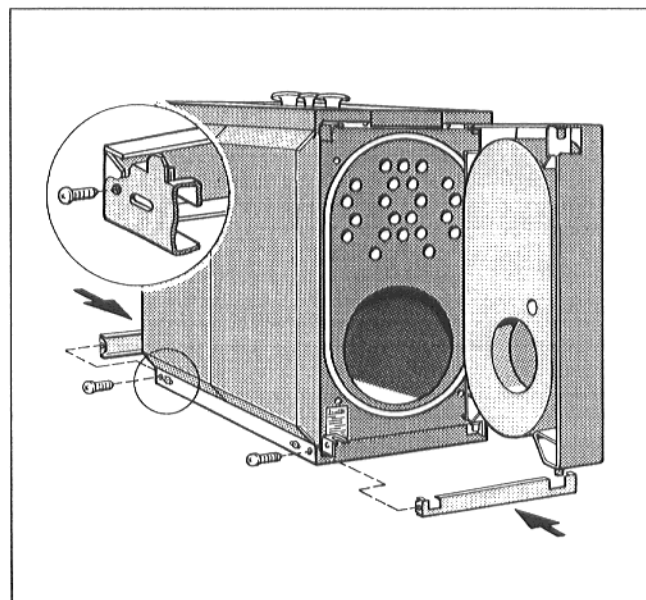

Fig. 14 Illustration de principe
- Fixer la baguette avant et arrière du cadre sur les baguettes latérales du cadre par 2 vis Parker (Fig. 14).